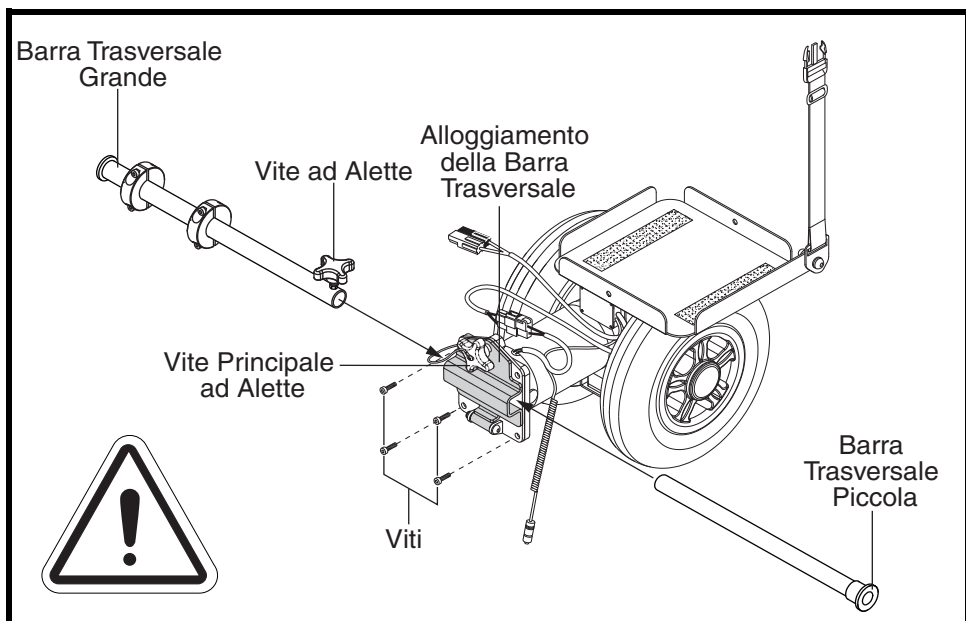

Figura 3. Installazione della barra trasversale (nell'illustrazione il modello mono-ruota)
3. Inserire la barra trasversale grande nell'apposito alloggiamento come illustrato nella **figura 3**, e quindi bloccarla insieme alla trasmissione con le quattro (4) viti fornite.
4. Inserire la barra trasversale piccolo in quella grande e regolare la lunghezza in modo che le due barre trasversali siano ben fissate nei due supporti di montaggio. **Vedere figura 3.**
6. Fissare le barre trasversali unite con la vite ad alette. **Vedere figura 3.**